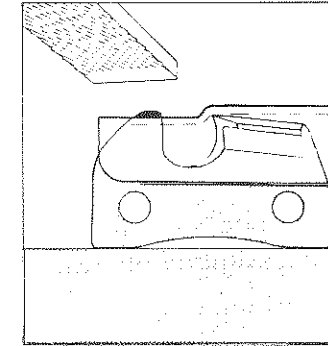

Bild 12
**Bild 12:** Mit einer Kettenmeßlehre muß im Anschluß an das Nachschärfen die Höhe des Tiefenbegrenzers überprüft werden. Eventueller Überstand wird mit einer Flachfeile entfernt. Anschließend ist der Tiefenbegrenzer vorne abzurunden.